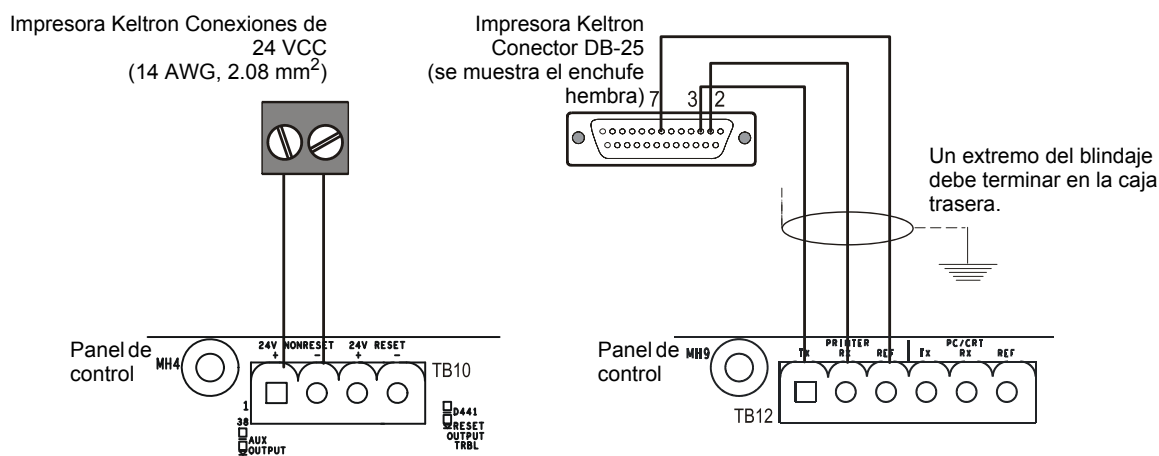

Figura 3.26 Conexiones de la impresora Keltron
1. Conecte los tres (3) hilos abiertos del cable hecho a medida al bloque de terminales TB12 en el panel de control como se muestra en la Figura 3.26.
2. Conecte energía de CC del bloque de terminales TB10 en el panel de control como se muestra en la Figura 3.26.